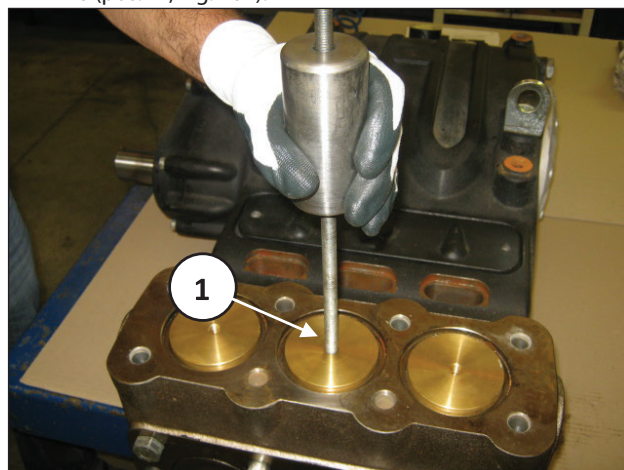

Fig. 102
- B) Extraia as tampas da válvula usando um martelo extrator M10 (pos. ①, Fig. 102).